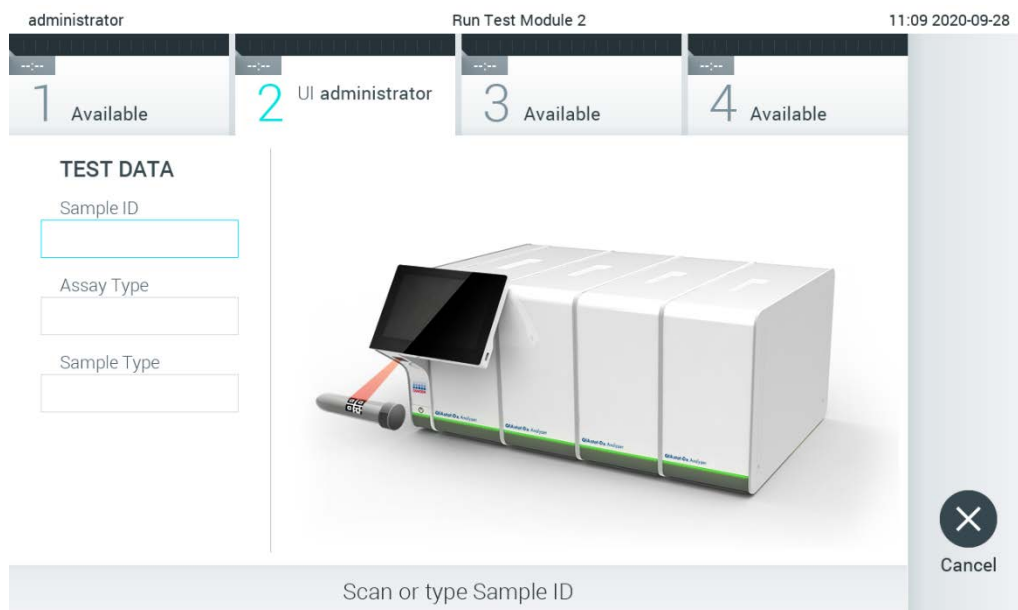

Рис. 81. Сканирование идентификационного штрих-кода пробы.
2. При получении соответствующего запроса отсканируйте идентификационный штрих-код пробы с помощью сканера штрих-кодов, встроенного в рабочий модуль (рис. 81).